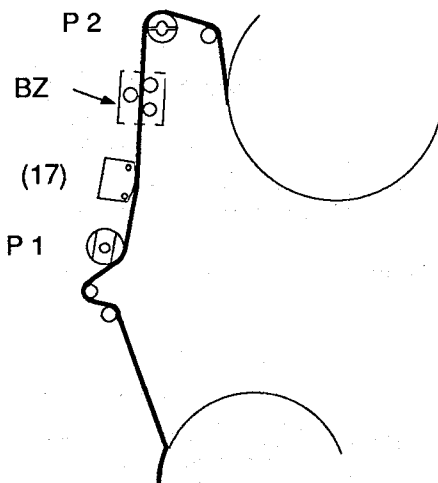

Fig. 21
- Nach ca. 20 Sekunden den Bandzugmesser "BZ" nach Fig. 21 in den Bandlauf einfügen.
- After about 20 seconds fit the Tape Tension Meter "BZ" as shown in Fig. 21.